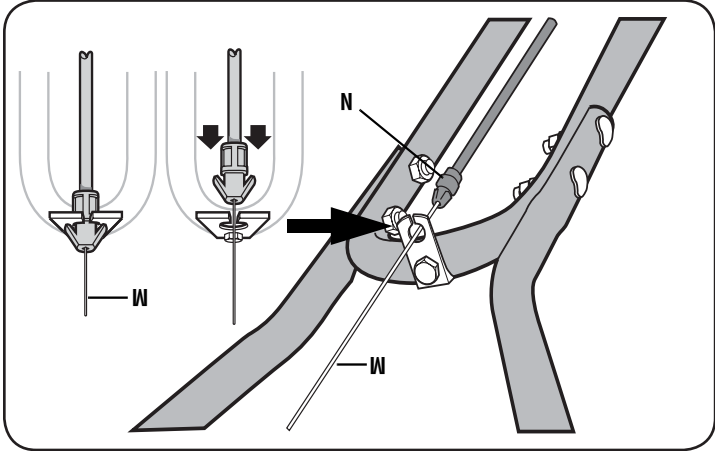

Fig. 2-4: Installation du support et du câble d'embrayage de la marche avant
1. Déroulez lentement le câble d'embrayage de la marche avant (câble sans bouton) de sa position pour l'expédition et faites glisser le fil métallique fin du câble (M, Fig. 2-4) dans la fente du support du câble. Poussez le raccord de câble (N, Fig. 2-4) dans le trou du support jusqu'à ce que la rainure du raccord se mette en place.